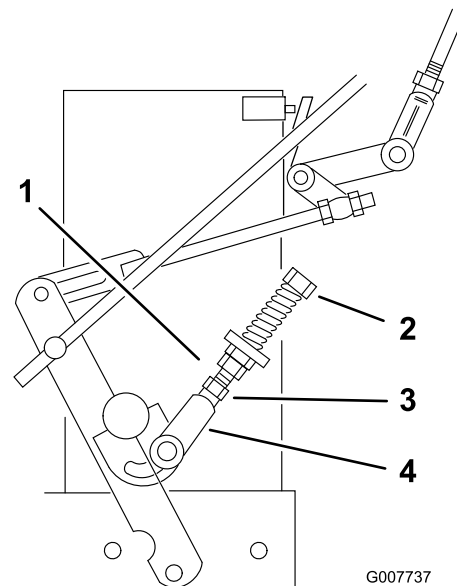

Figura 32
9. Si la rueda gira con la palanca de avance en punto muerto, los acoplamientos del control de punto muerto deben ser ajustados (Figura 32). Si la rueda se detiene, vaya al paso 12.
10. Afloje la tuerca de la horquilla del acoplamiento del control de punto muerto (Figura 32).
11. Ajuste el acoplamiento del control de punto muerto hasta que la rueda motriz correspondiente deje de girar con la palanca sujeta contra el muelle de punto muerto (posición de punto muerto) (Figura 32).
12. Gire el perno de ajuste 1/4 de vuelta aproximadamente en el sentido de las agujas del reloj si la rueda gira hacia atrás, o 1/4 de vuelta aproximadamente en el sentido contrario a las agujas del reloj si la rueda gira hacia adelante (Figura 32).